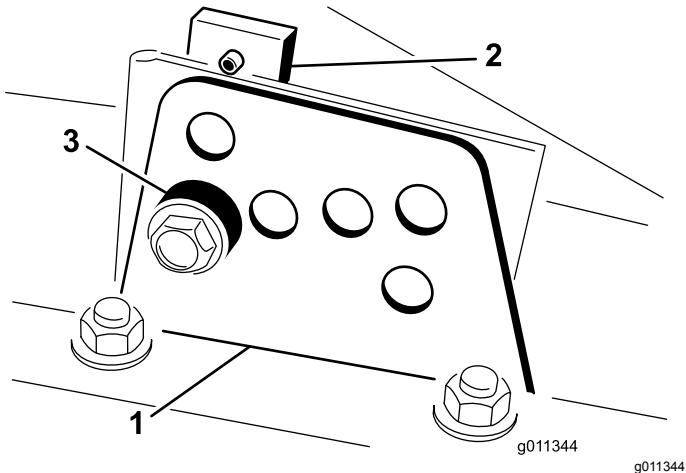

Bild 24
2. Lockern Sie die Schrauben, mit denen die Schnitthöhenhalterungen an der Schnitthöhenplatte (vorne und an beiden Seiten) befestigt sind, siehe (Bild 24).
4. Entfernen Sie das Distanzstück, während Sie gleichzeitig die Kammer abstützen (Bild 24).